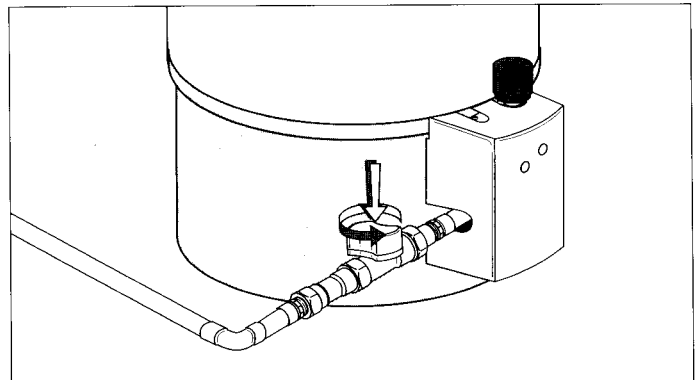

Abb. 2 Gashahn öffnen
- Öffnen Sie den Gas-Absperrhahn (Abb. 2), indem Sie den Griff eindrücken und gegen den Uhrzeigersinn bis zum festen Anschlag drehen.
Bei eventuellen Störungen nehmen Sie den RG außer Betrieb und schließen den Gas-Absperrhahn (Abb.2). Die Behebung der Störung darf ausschließlich durch den Fachmann vorgenommen werden, denn nur eine fachgerechte Behandlung des Gerätes schützt Sie vor Schäden. Bitte nehmen Sie in keinem Fall selbst Eingriffe am Gerät vor.